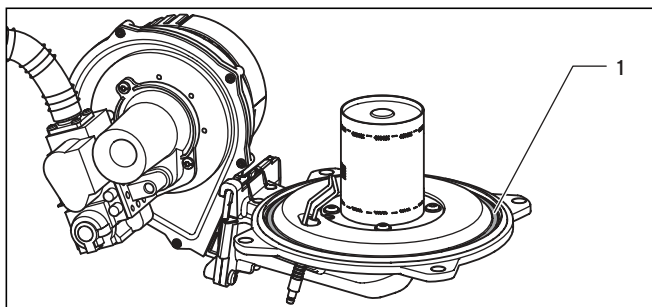

Рис. 8.6 Замена уплотнения дверцы горелки
- Заменяйте уплотнение и самоподтягивающиеся гайки (1, Рис. 8.6) на модуле горелок (арт.-№: 0020025929) после каждого демонтажа (например, при проведении работ по техническому обслуживанию и сервисных работ).